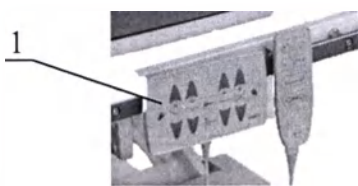
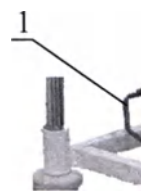

Рисунок 14
Рисунок 15
6.3.5 Экстренную расфиксацию кровати при сердечно-легочной реанимации (CPR) для исполнений КА-01, -02, -03 выполняется с пульта управления персонала 1 (Рисунок 14), а для исполнения КА-04 – рычагом 1 (Рисунок 15).